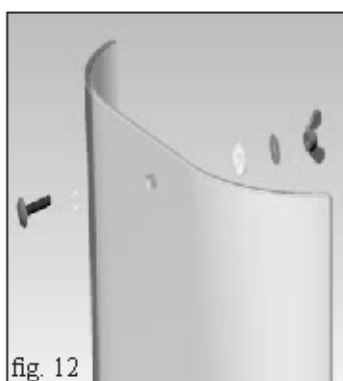

fig. 12
- Remonter le côté qui avait été préalablement démonté (pour la version avec côtés en verre, repositionner les joints et la quincaillerie comme indiqué dans la figure 12).